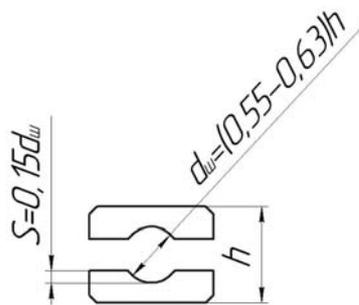

Рисунок 9.1
- выполнить построение профиля колец подшипника (рисунок 9.1);